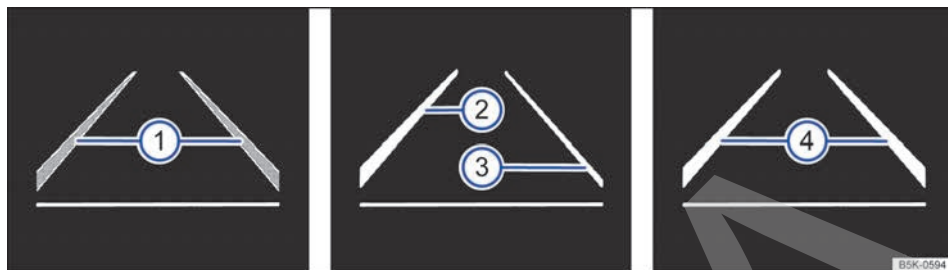

Fig. 235 En la pantalla del cuadro de instrumentos: indicaciones del asistente de aviso de salida del carril.
Indicaciones en la pantalla → fig. 235:
- El sistema tiene que haber detectado a ambos lados del vehículo una línea de delimitación de carril → fig. 235.